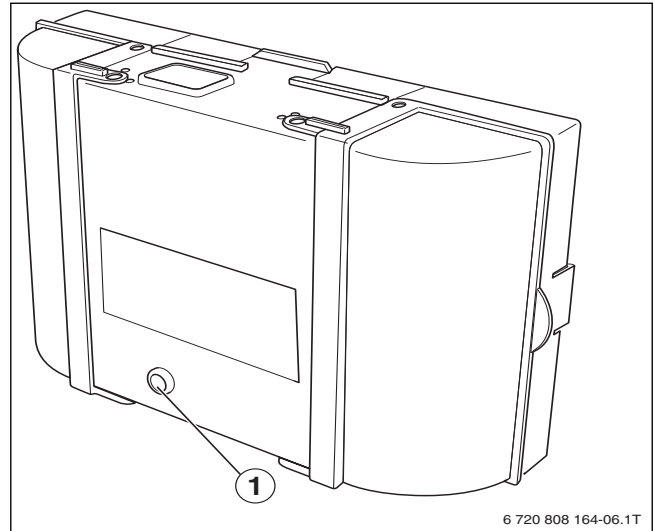

Bild 10 Störungen am Feuerungsautomaten zurücksetzen
- ▶ Reset-Taste am Feuerungsautomaten drücken (→Bild 10).